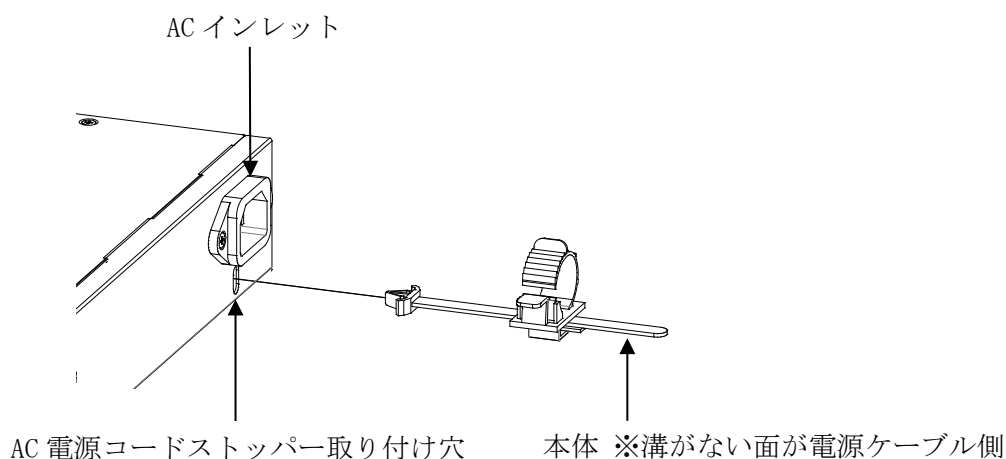

図 3-11 AC 電源コードストッパー (AL-ACPWCD-SP) の取り付け方法 1
- (1) AC 電源コードストッパーに輪部をセットし、AC 電源コードストッパー取り付け穴にロックが掛かるまで差し込んでください。ApresiaLightGM124GT-PoE/PoE2 は AC インレット上部に穴があります。(図 3-11 参照)